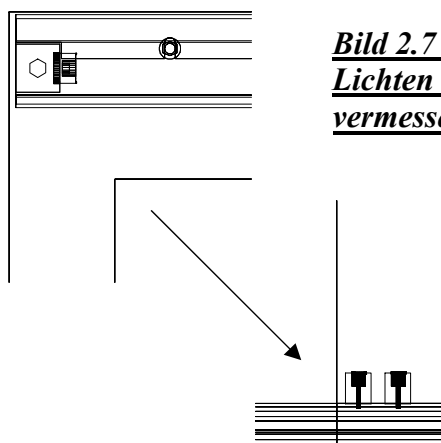

Bild 2.7 Rahmen in der Lichten wechselseitig vermessen
- 2.08** Beim Verschrauben des Gegenrahmen (4, 11) darf der Rahmen (2) nicht verspannt werden. Beim Anschrauben des Schienenträger (9) mit den Gegenplatten (12) ist ebenfalls zu achten, dass dieser sich nicht verdreht. Bei Inbetriebnahme der Tür könnten sonst die Funktionen nicht mehr gewährleistet sein. Prüfen sie nochmals die Stichmaße (Diagonalmaße) wechselseitig. **Bild 2.7**